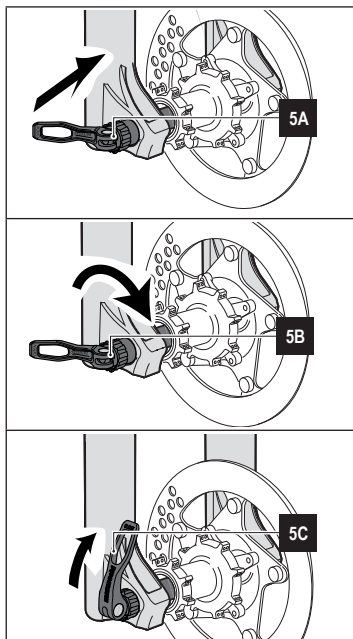

Abbildung 5 - QR15 oder QR20 "quick release" Steckachse - Laufradbefestigung
- Die Mitte des Rads mit den beiden Radachsen ausrichten (siehe **5A in Abbildung 5**).
- Die Radachse in die rechte Radaufnahme einführen. (siehe **5A in Abbildung 5**).
- Die Radachse im Uhrzeigersinn bewegen bis man einen Widerstand durch das Einschrauben spürt (siehe **5B in Abbildung 5**).
- Anschließend wird der Hebel in die bevorzugte Position gebracht und geschlossen um die Achse zu verschließen (siehe **5C in Abbildung 5**).
- Vergewissern Sie sich, dass sich der Auslösehebel in einer Stellung befindet, die die ordnungsgemäße Befestigung der Radachse garantiert und das er durch Anstoßen während des Gebrauchs nicht selbstständig entriegelt wird (siehe **5C in Abbildung 5**).